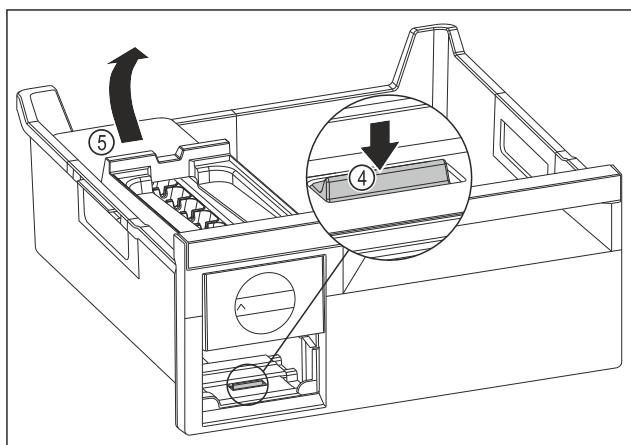

Fig. 106
- Вийняти корпус EasyTwist-Ice: натиснути накладку Fig. 106 (4) пальцем вниз і одночасно підняти корпус EasyTwist-Ice Fig. 106 (5) ззаду іншою рукою.